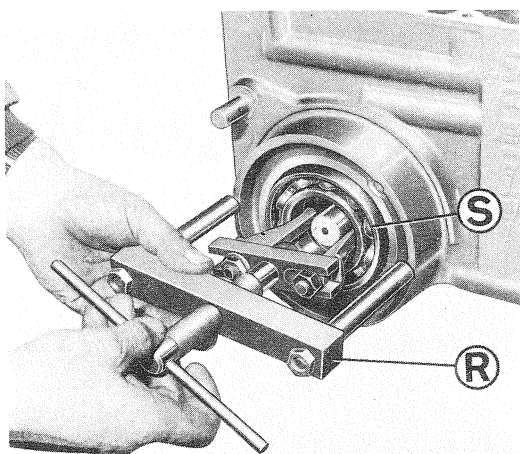

Fig. 6
6) Tramite l'estrattore **R** estrarre il cuscinetto **S** (vedi fig. 6).